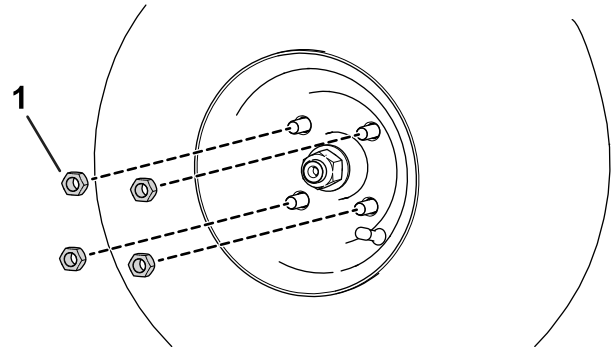

Bild 47
- A. Lösen und entfernen Sie die Radmuttern (Bild 47).
- B. Montieren Sie die Radmutter (Bild 47).